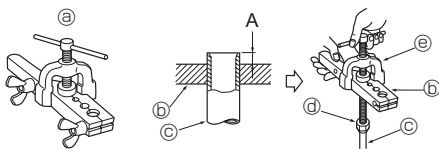

Fig. 5-6
5.2.4. Trabajo de abocinamiento (Fig. 5-6)